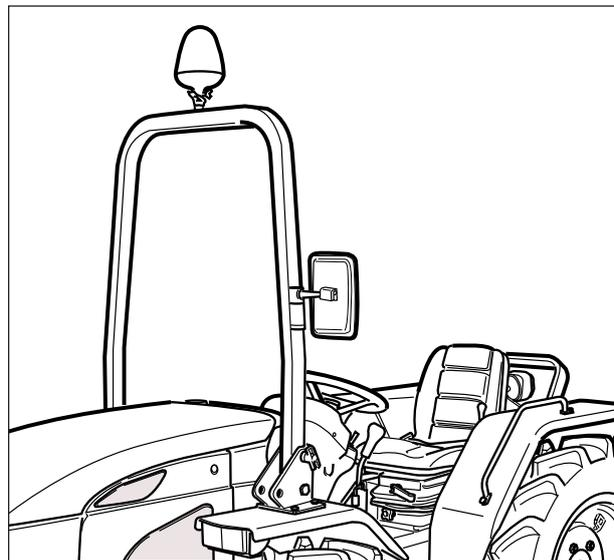

Fig. 6
- Bastidor de seguridad que debe estar siempre montado en posición de protección (Fig. 6).